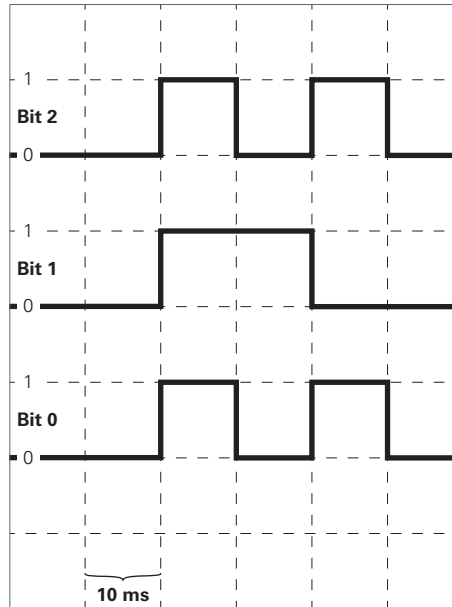

Fig. 8: Bitfolge zum Aktivieren der Betriebsart „Kombi-Betrieb WEISS+RGB“
- Senden Sie die Bitfolge zum Aktivieren auf die Anschlussleitung mit den weißen Leuchten und der RGB-Leuchte, siehe Fig. 8.